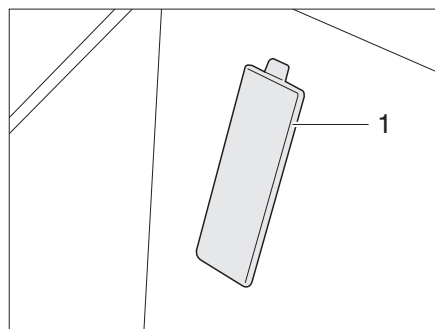

Fig. 403 Copertura numero telaio (veicolo di base Fiat)
- ▷ Nei veicoli con telaio di base Fiat il numero del telaio è situato dietro una copertura (Fig. 403,1) nella zona di ingresso del lato passeggero.